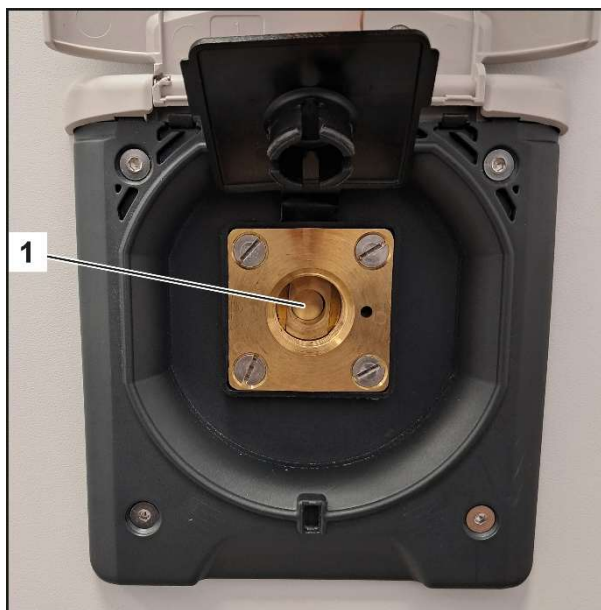

Fig. 14
8. Rimuovere l'adattatore (Fig. 13/1) dall'attacco di rifornimento (Fig. 14/1).